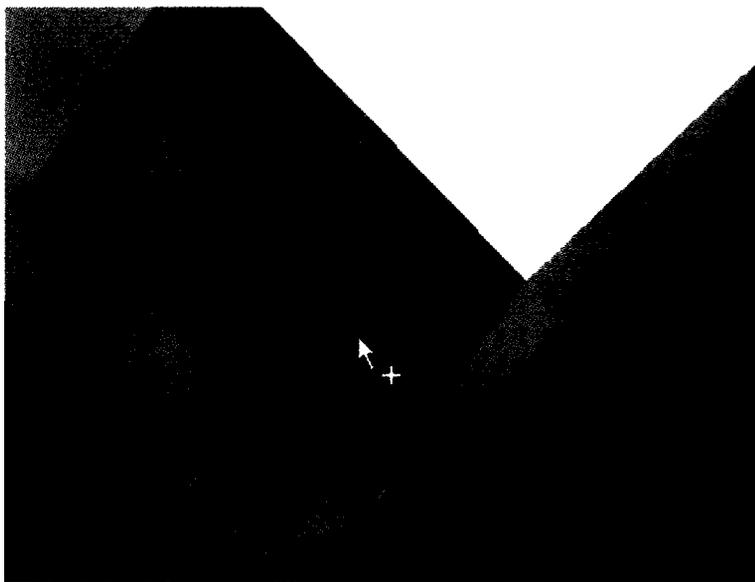

Рис. 4.15. Размещение зависимости Вставка между болтом и отверстием
10. Щелкните на отверстие фиолетовой детали, затем нажмите **ОК**, чтобы разместить зависимость **Вставка** между болтом и отверстием (рис. 4.15).